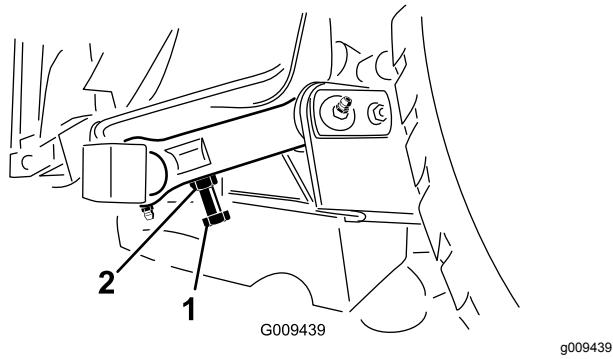

Bild 29
3. Sie können den Abstand mit der Einstellschraube am hinteren Gelenkverbindungsteil des Mähwerks einstellen (Bild 29). Lösen Sie die Klemmmutter an der Einstellschraube. Lösen oder ziehen Sie die Einstellschrauben an, bis ein Abstand von 10 bis 16 mm erreicht ist. Ziehen Sie dann die Klemmmutter fest.